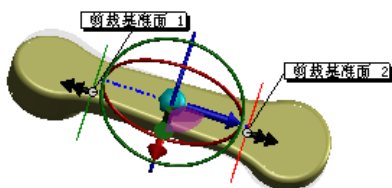

图 3.25.12 选择“扭曲”后的模型
Step4. 定义弯曲类型。在“弯曲输入”区域中选中 **扭曲(W)** 单选项，取消选中 **粗硬边线(H)** 复选框，在  后的文本框中输入扭曲角度值 30 度，此时在零件模型上会出现两个剪裁基准面和三重轴，“扭曲”后的模型如图 3.25.12 所示。